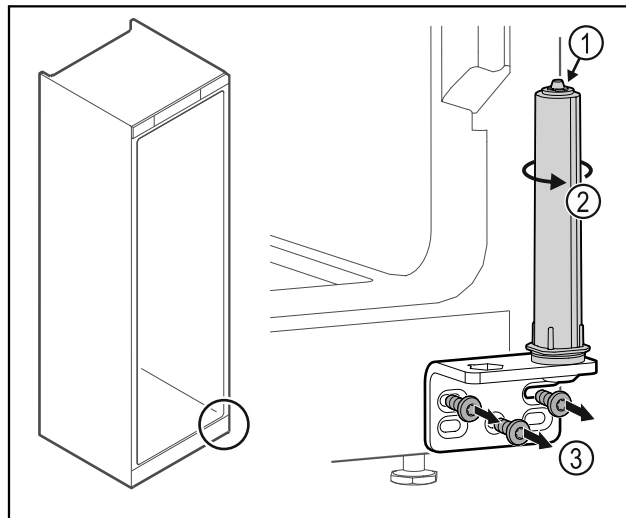

Fig. 18
- ▶ Neizjauciet durvju slēgšanas sistēmu Fig. 18 (1).
- ▶ Pagrieziet slēgšanas sistēmu Fig. 18 (2), līdz tā noklikšķ.
- ▶ Noskrūvējiet lokāmos kronšteinus Fig. 18 (3).